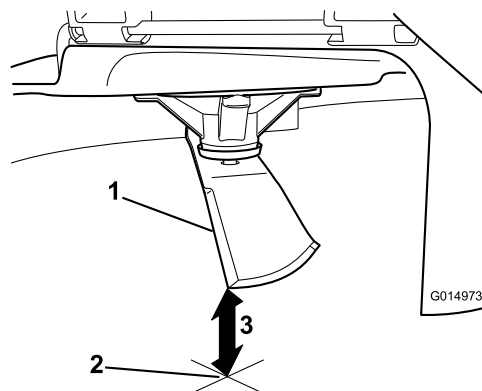

**Figure 91**
3. Distancia medida entre la cuchilla y la superficie (A)
4. Gire la misma cuchilla 180 grados de manera que el otro extremo esté en la misma posición (**Figure 91**).